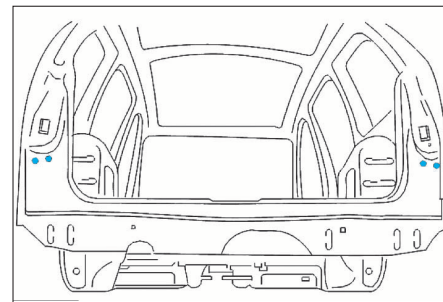

FIG. 153
- Souder par points bouchons au MIG (Fig.153). Meuler les points bouchons.